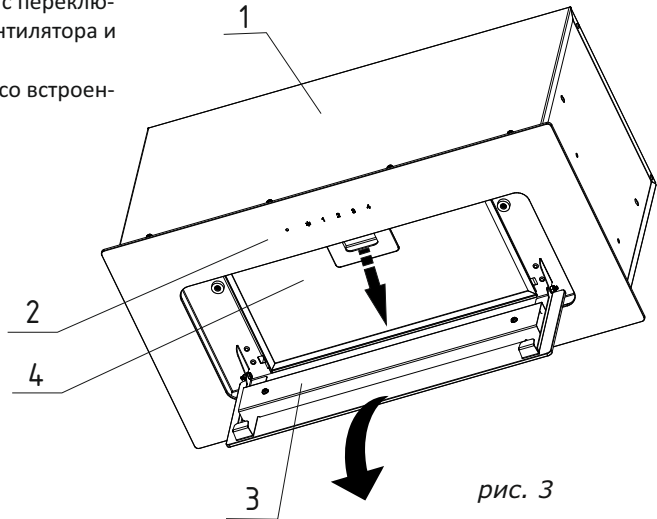
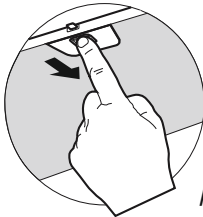

рис. 3
рис. 4
- Снимите алюминиевый фильтр КВ: для этого откройте стеклянную панель (рис.3), нажмите на пружинный замок на алюминиевом фильтре (рис. 4) и затем потяните его вниз (рис. 3).
- снимите алюминиевый фильтр (рис. 3, 4);
- 8.3 Для очистки алюминиевого фильтра извлеките его из вытяжки (рис. 4) и произведите его очистку с помощью щетки горячим водным раствором моющего средства вручную или в посудомоечной машине при (60°C). Старайтесь не гнуть фильтры при мойке. Возможное изменение цвета фильтра, с течением времени, не приводит к снижению эффективности его действия. Сильно загрязненный фильтр не следует мыть в посудомоечной машине.